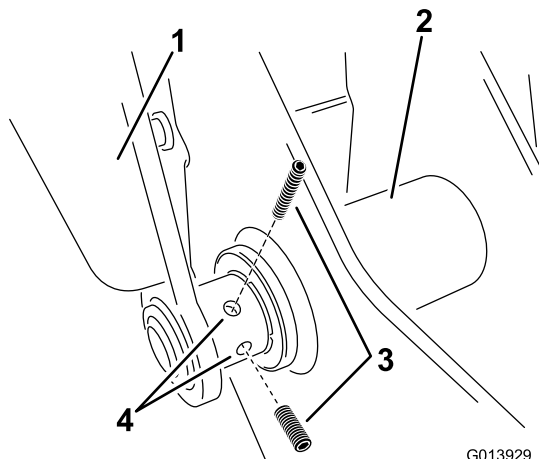

図 6
15. 左アームの下側ヒンジ部に固定ねじ(2本)を取り付ける(図 6)。